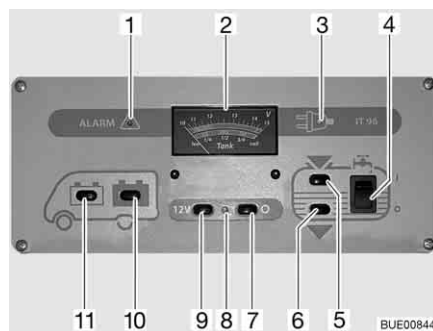

Fig. 105 Panel IT 96-2
El interruptor principal de 12 V (Fig. 105,7 y 9) conecta y desconecta el panel y la alimentación de 12 V del habitáculo.
Conectar: ■ Pulsar el interruptor (Fig. 105,9) "12 V": La alimentación de 12 V del habitáculo está conectada. La luz de control (Fig. 105,8) se enciende de color verde.
Desconectar: ■ Pulsar el interruptor (Fig. 105,7) "O": La alimentación de 12 V del habitáculo está desconectada. La luz de control (Fig. 105,8) se apaga.
Observar la escala superior del instrumento indicador V/depósito (Fig. 105,2). El instrumento indicador se ilumina automáticamente al accionar el interruptor.
- Pulsar el interruptor (Fig. 105,11) "🔌": Indica la tensión de la batería del motor de arranque.
- Pulsar el interruptor (Fig. 105,10) "🔌": Indica la tensión de la batería del habitáculo.
Observar la escala inferior del instrumento indicador V/depósito (Fig. 105,2). El instrumento indicador se ilumina automáticamente al accionar el interruptor.
- Pulsar el interruptor (Fig. 105,5) "": Indica la cantidad de agua.
- Pulsar el interruptor (Fig. 105,6) "": Indica la cantidad de aguas residuales.
- Pulsar el interruptor basculante (Fig. 105,4) por arriba "I": El suministro de agua está conectado.
- Pulsar el interruptor basculante (Fig. 105,4) por abajo "O": El suministro de agua está desconectado.
La luz roja de "ALARMA" (Fig. 105,1) parpadea en cuanto la tensión de la batería del habitáculo baja de 11 V (medición durante el servicio) y hay peligro de descarga completa.
Se enciende la luz de control de 12 V (Fig. 105,8) cuando se conecta el interruptor principal de 12 V (Fig. 105,9).
Se enciende la luz de control de 230 V (Fig. 105,3) amarilla cuando hay tensión de red en la entrada del bloque eléctrico.